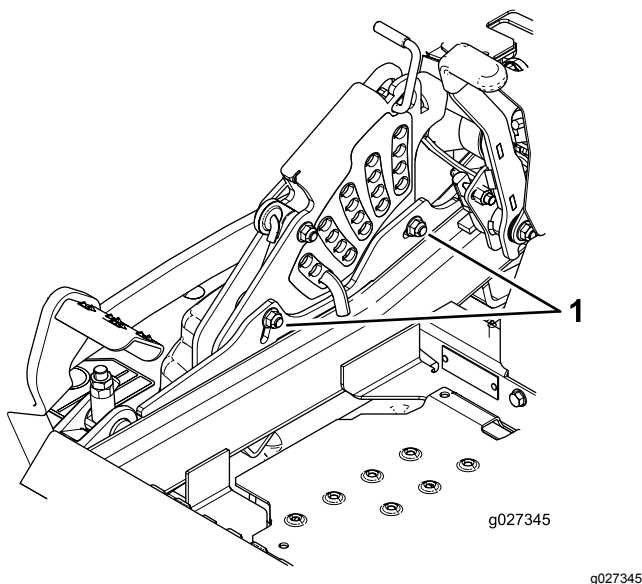

Bild 98
11. Zum Einstellen der zentralen Einstellung lösen Sie die zwei Schrauben unten an der Schnitthöhenplatte (Bild 98).
13. Ziehen Sie die zwei Schrauben unten an der Schnitthöhenplatte an (Bild 98).